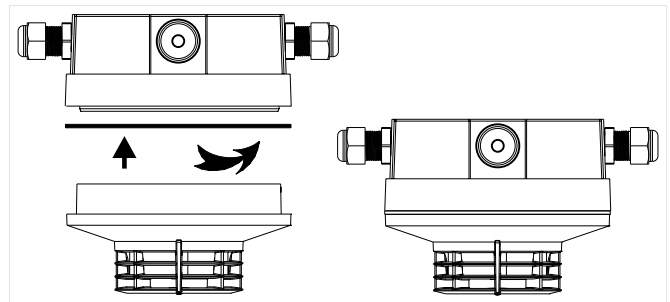

Abb. 9: Montage Melder auf den Sockel
- ▶ Wenn der Halter eingesetzt wird, den schwarzen Dichtring in Abb. 9 nicht verwenden.